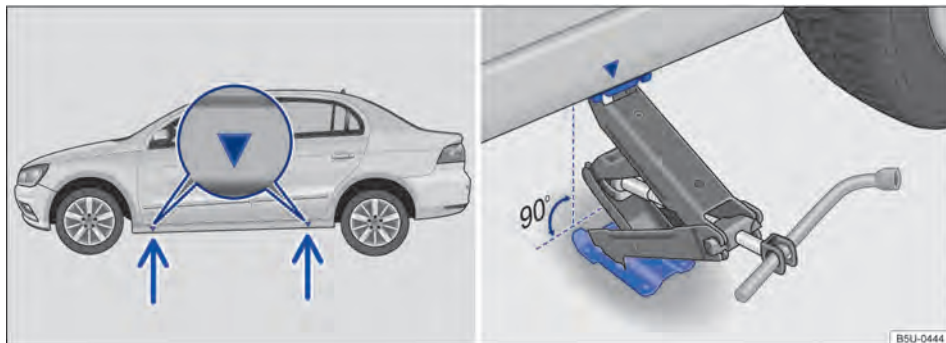

Fig. 189 Pontos de apoio do macaco e macaco posicionado no lado esquerdo traseiro do veículo.
O macaco somente pode ser posicionado nos pontos de apoio indicados (marcação na carroceria) → Fig. 189. É válido o ponto de apoio localizado próximo à roda correspondente → .
7. Procurar sob o veículo o ponto de apoio do macaco → Fig. 189, mais próximo da roda a ser trocada.
9. Garantir que a base do macaco, com toda sua superfície, esteja sobre o chão e que a base se encontre perpendicularmente abaixo do ponto de colocação → Fig. 189.
10. Alinhar o macaco e, simultaneamente, levantar a garra do macaco até ela se encaixar na travessa debaixo do veículo → Fig. 189.
- Posicionar o macaco somente nos pontos indicados. A garra do macaco deve se encaixar no perfil da longarina de forma segura → Fig. 189.